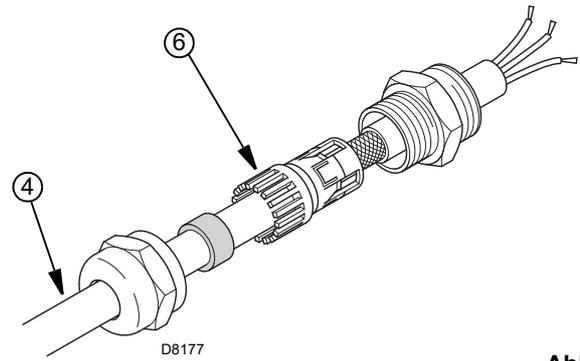

Abb. 25
- Unter Benutzung des Anschlussstücks 6) Die Abschirmung des vom VSD (Inverter) kommenden Kabels 4) wie auf Abb. 25 beschrieben durchführen;